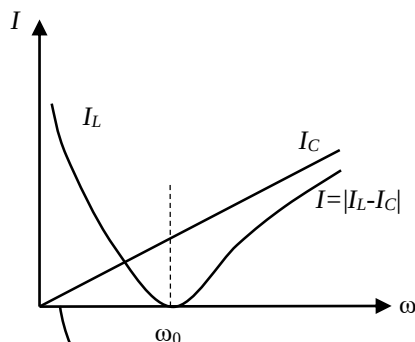

Рис. 8
2. Рассмотрим амплитудно-частотные характеристики параллельного резонансного контура. В предположении, что $R=0$, $I_C = U\omega C$, $I_L = U\omega L$, $I_0 = |I_L - I_C|$. На рис.8 представлена зависимость этих величин от частоты.